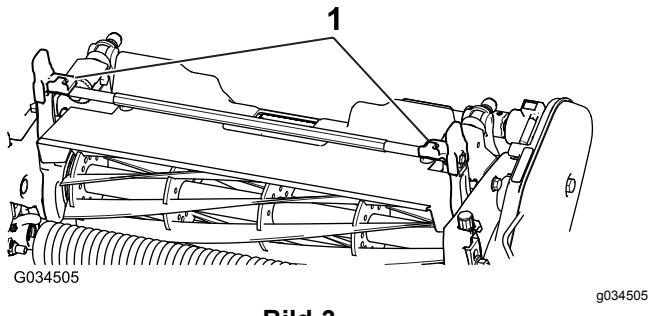
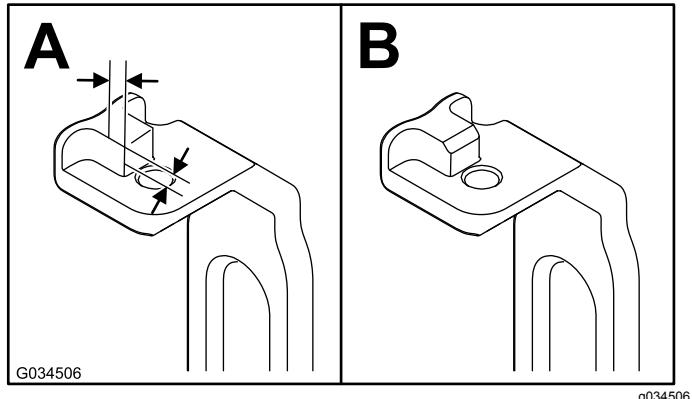

Bild 3
Bild 4
2. Messen Sie an beiden Neigungsarmen (**Bild 3**) 2,3 mm an den Nasen nach innen und fräsen Sie die Ecke ab, wie in **Bild 4** abgebildet.